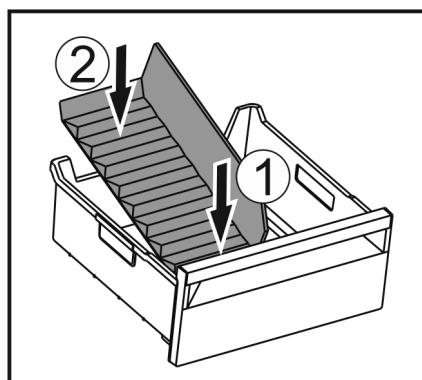

Fig. 116
- Installer la partie avant du séparateur de congélateur. Fig. 116 (1)
- Abaisser la partie arrière du séparateur de congélateur jusqu'au fond du tiroir. Fig. 116 (2)